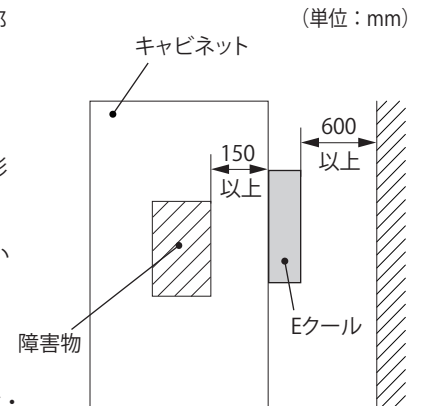

図1 障害物からの距離
- ・吸気口および排気口の通風を妨げたり塞がないよう、また、排気が直接本製品吸気口に流入しないように取付位置に注意してください。能力低下と結露の原因になります。障害物からの距離をキャビネット外側で 600mm 以上、キャビネット内側で 150mm 以上離すことをおすすめします。(図 1)